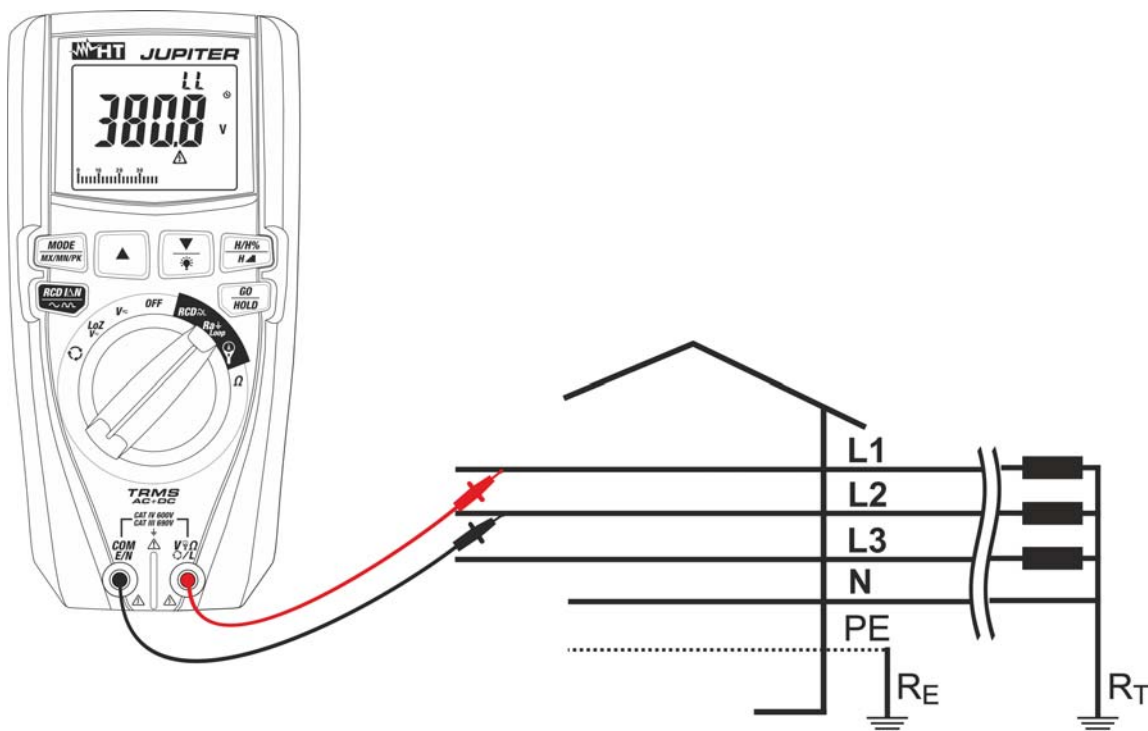

Abb. 27: Verwendung des Geräts zur Messung der Schleifenimpedanz Loop L-L mit Messleitungen
9. Zur Messung der Schleifenimpedanz L-L, falls Messleitungen benutzt werden, verbinden Sie den roten Leiter mit der Eingangsbuchse  $V_{\Omega} \text{L}$  und den schwarzen Leiter mit der Eingangsbuchse **COM/E/N**, und verbinden Sie das Gerät mit dem zu messenden Kreis (siehe Abb. 27). Der Spannungswert Phase-Phase erscheint auf dem Display.